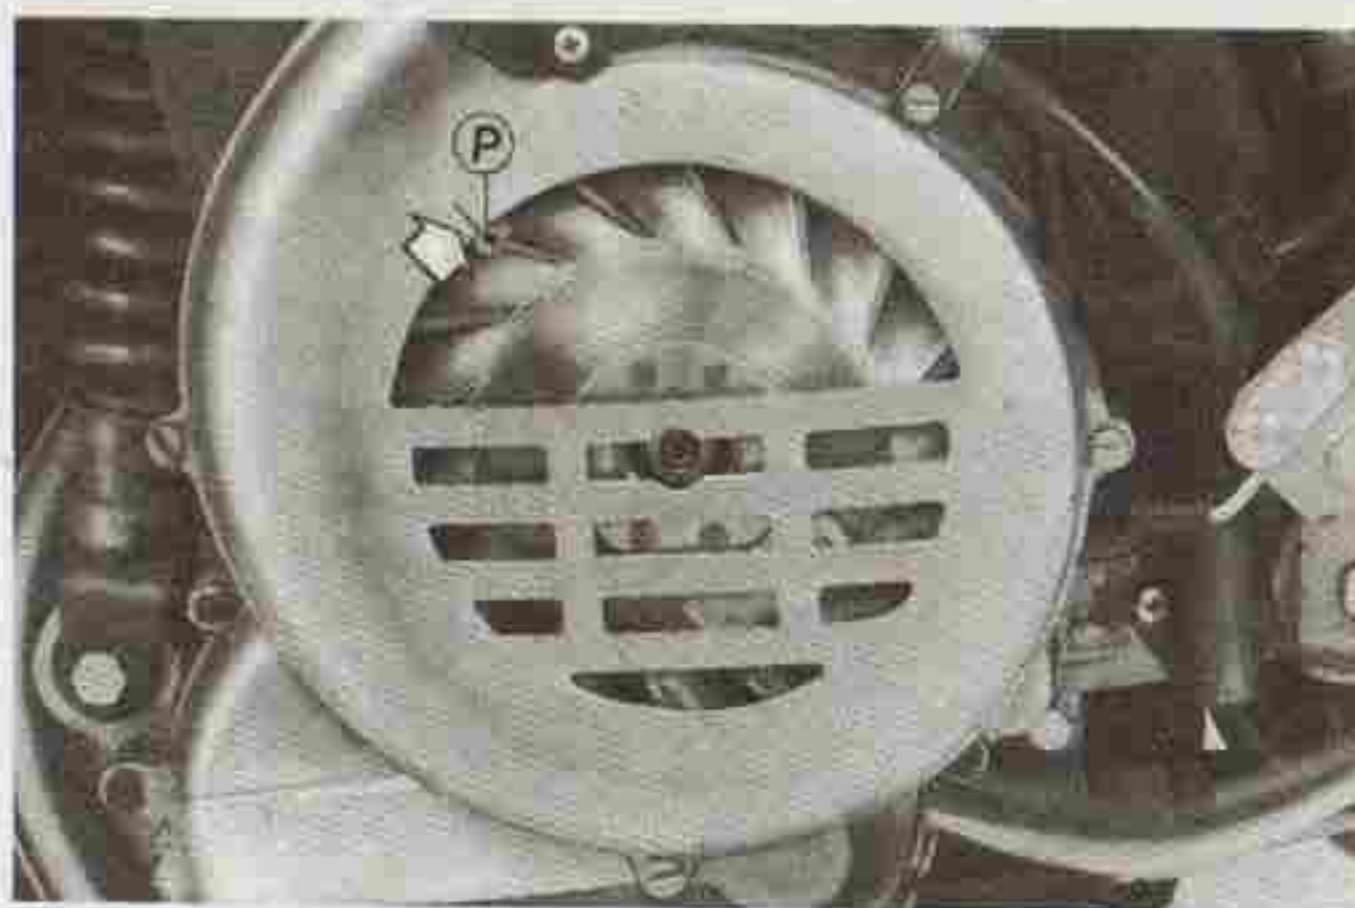

Fig. 13 M
- **El calaje del motor resultará correcto** cuando la marca «P» (Fig. 13 M) esté alineada o separada en $\pm 1^\circ 30'$ respecto a la marca correspondiente grabada en la tapa de caracol (●).